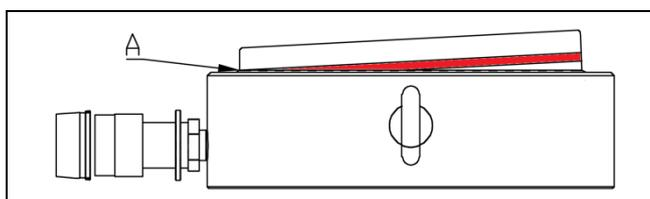

Figura 5, Línea indicadora de carrera máxima (A)
- Si el émbolo está inclinado, la línea indicadora de carrera máxima solo será visible en el **lado alto** del émbolo, como se muestra en la Figura 5. **Interrumpa** el avance del émbolo inmediatamente en cuanto aparezca el **lado superior** de la línea indicadora. **No** continúe avanzando el émbolo para que el indicador esté totalmente visible.